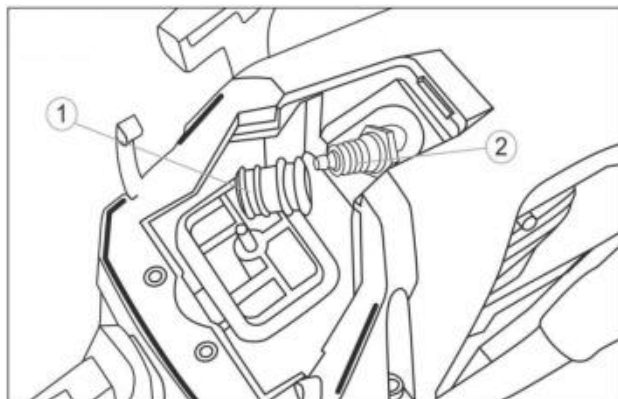

Fig. 26
3. Koppla bort högspänningskabeln från tändstift 1 (bild 26).